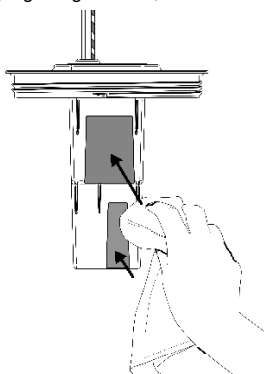

Fig. 10 Rengöring/underhåll
- Fig. 10 Rengöring/underhåll
För bästa resultat måste sensortorna rengöras från skräp/avlagringar regelbundet, minst var 3:e månad. Se fig. 10. Använd inte skurande rengöringsmedel.
|                                 | Smuts/skräp täcker sensorn   | Avlägsna försiktigt locket från tanken och rensa bort skräpet från sensorytorna – fig. 10          |
| Sensor driver pumpen hela tiden | Smuts/skräp täcker sensorn   | Avlägsna försiktigt locket från tanken och rensa bort skräpet från sensorytorna – fig. 10          |